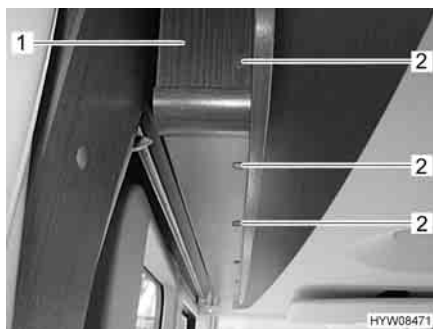

Fig. 62 Diaframma sul letto basculante
- Togliere tutti i coperchi di copertura (Fig. 62,2).
- Svitare tutte le viti (a intaglio) che si trovano sotto i coperchi di copertura e rimuovere il diaframma (Fig. 62,1).